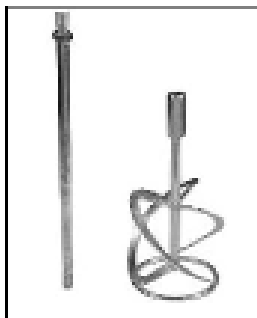

Рис. 2
1. Соедините насадку-миксер, состоящую из двух частей, закрутив резьбовое соединение по часовой стрелке (рис. 2,3)